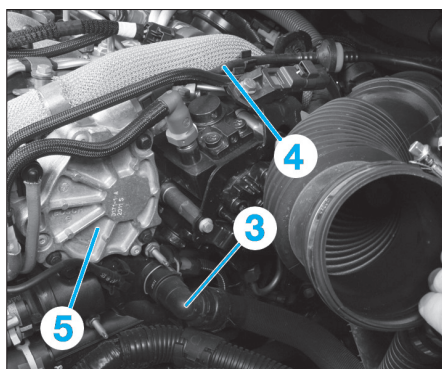

Fig. 86
- Débrancher (Fig.86) :
- la durit de refroidissement (3),
- le tuyau (4) de la pompe à vide (5).